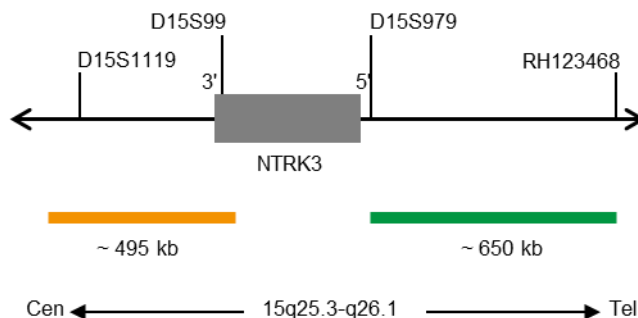

Fig. 1 : Carte de la sonde SPEC NTRK3 (pas à l'échelle)
- Polynucléotides marqués au ZyGreen (excitation 503 nm/émission 528 nm) (~10 ng/ μ l), qui ciblent des séquences cartographiées en 15q25.3-q26.1* (chr15:88,825,346-89,475,889) distales par rapport à la région du point de rupture NTRK3 (voir figure 1).
- Polynucléotides marqués au ZyOrange (excitation 547 nm/émission 572 nm) (~4,5 ng/ μ l), qui ciblent des séquences cartographiées en 15q25.3* (chr15:87,976,717-88,471,002) à proximité de la région du point de rupture NTRK3 (voir figure 1).